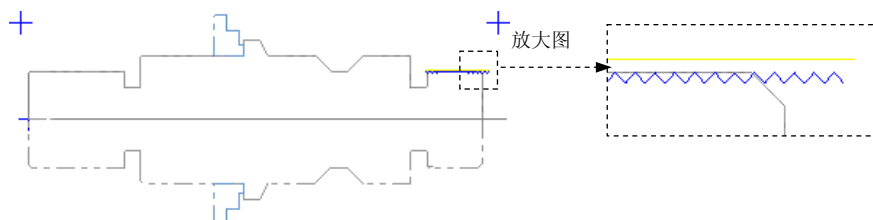

图 19.23 刀具路径
(4) 在“车床-车螺纹 属性”对话框单击  选项卡, 在  文本框中输入值 2.0。其他参数采用系统默认设置值。
Step6. 在“车床-车螺纹 属性”对话框单击  按钮, 完成加工参数的设置, 此时系统将自动生成图 19.23 所示的刀具路径。